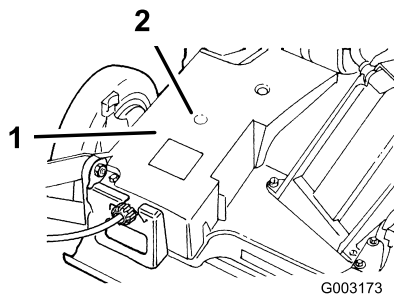

Figura 23
2. Conecte una pistola de engrasar en el punto de engrase a través del hueco de la cubierta de la correa (Figura 23).